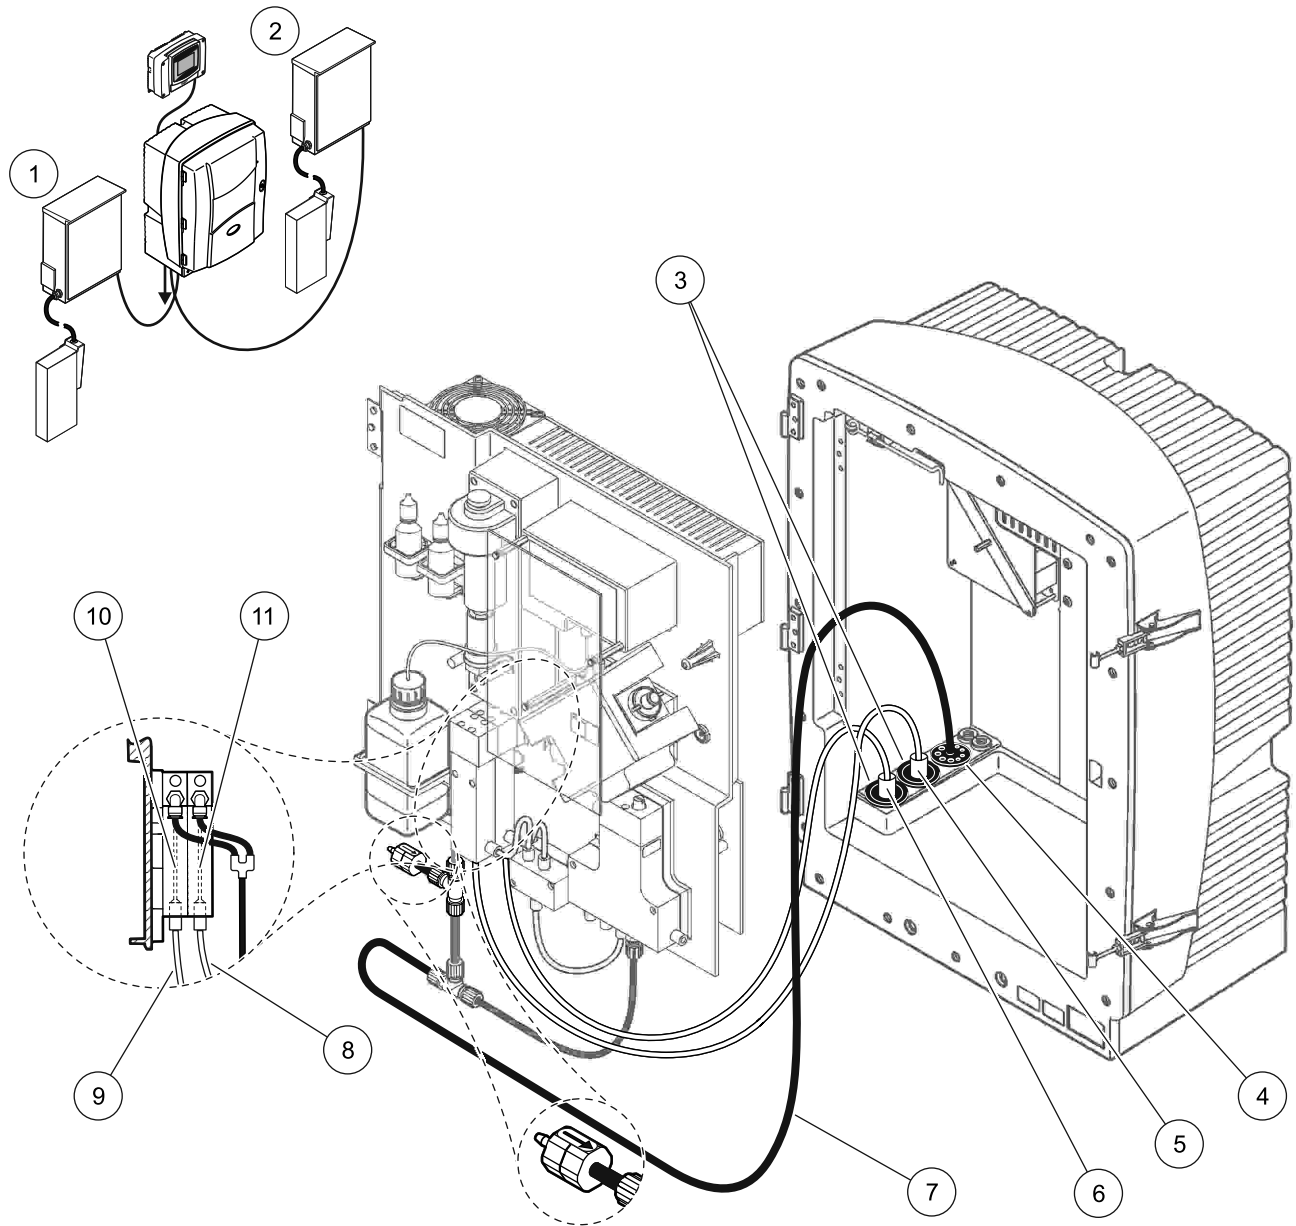

Figura 38 Configuração da Opção 9a
Consulte Figura 38 na página 105 e as instruções a seguir, relativas à Opção 9a:
2. Passe a mangueira aquecida do FILTRAX 1 pelo analisador (Figura 38 na página 105, item 6). Use o Plugue de vedação No. 1 para prendê-la.
3. Passe a mangueira aquecida do FILTRAX 2 pelo analisador (item 5). Use o Plugue de vedação No. 1 para prendê-la.
4. Passe o tubo do dreno pelo analisador (item 7). Use o Plugue de vedação No. 3 para prendê-lo.